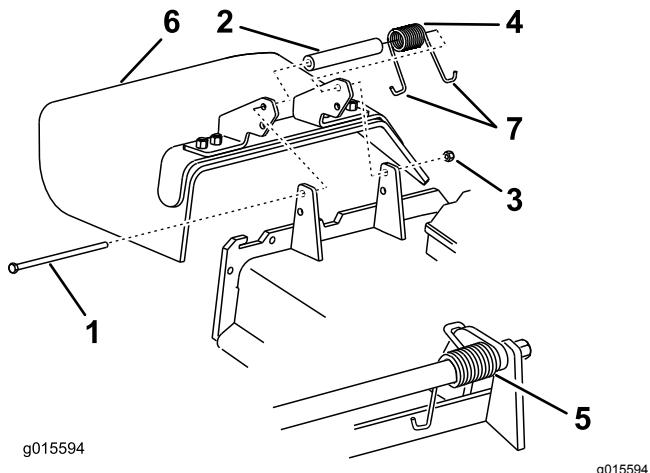

Figura 86
Nota: Asegúrese de colocar un extremo con gancho en J del muelle detrás del reborde de la carcasa antes de instalar el perno, según se muestra en Figura 86.
6. Coloque 1 extremo en J del muelle alrededor del deflector de hierba (Figura 86).
1. Retire la contratuerca, el perno, el muelle y el espaciador que sujetan el deflector a los soportes de pivot (Figura 86).
2. Retire el deflector de hierba dañado o desgastado (Figura 86).